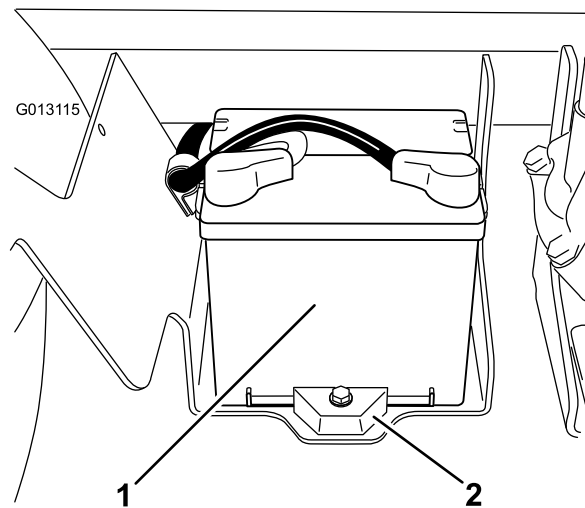

Figure 55
2. La batterie est située sur le côté droit de la machine, derrière la pompe (Figure 55).
5. Retirez le dispositif de retenue et les fixations de la batterie (Figure 55).
2. Posez le dispositif de retenue de la batterie et serrez-le avec les fixations retirées précédemment (Figure 55).
4. Posez le couvercle de la batterie et fixez-le à l'aide des 2 boutons (Figure 55).
1. Desserrez les boutons sur les côtés du bac de la batterie et enlevez le couvercle de la batterie (Figure 55).